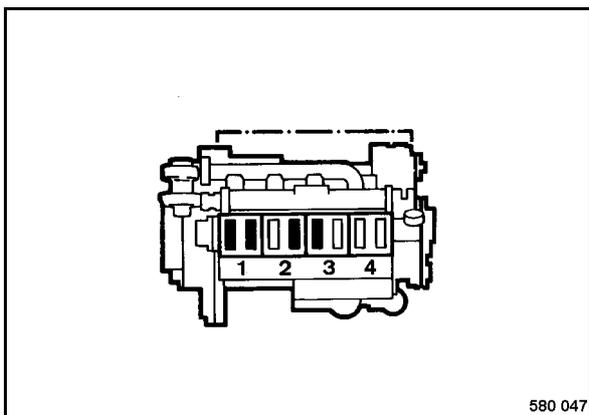

fig. 126
**Position du vilebrequin 2 (fig. 126) (moteur à 4 cylindres)**